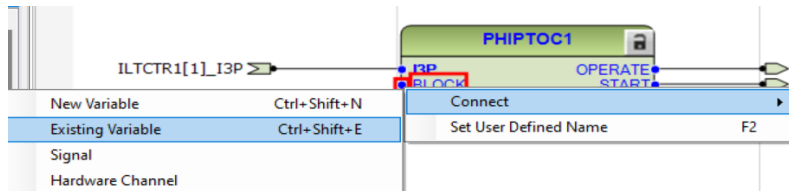

Imagen 345_Conexión de variable en el puerto de entrada Block del bloque PHIPTOC1.
5.1.28 Para el bloque “PHIPTOC1” de la aplicación de protección en la entrada de “BLOCK” damos clic derecho y seleccionamos “Connect - Existing Variable - GOOSE_PHIPTOC_START” como en la **Imagen 345**.